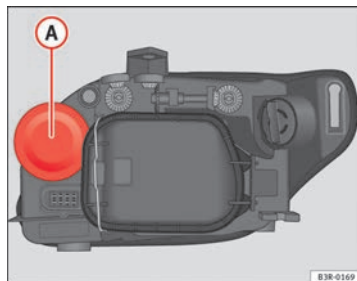

Fig. 208 Luz de carretera
- Retire la tapa de goma (A) ⇒ fig. 208 tirando de ella.